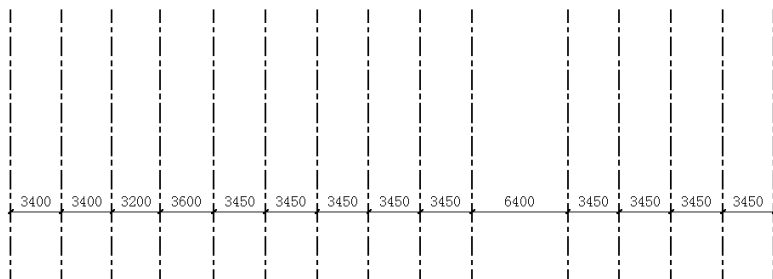

图2-15 绘制垂直轴线
- 12 向右移动鼠标，输入距离参数，指定起点与终点，完成另一段轴线的绘制。重复操作，直至全部完成垂直方向上轴线的绘制为止，结果如图2-15所示。